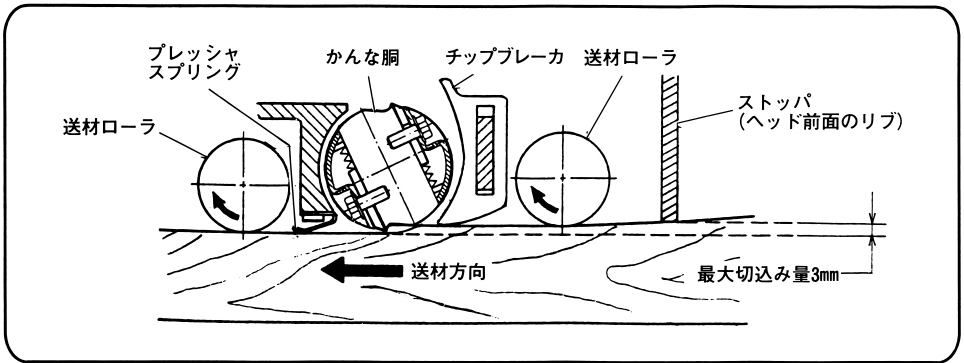

図 11
- 注** ●最大切込み量 3 mm 以上削ろうとしても木材はストップ（図 11）に当り入りません。この場合は切込み量を 3 mm 以下にし，2 回以上に分けて切削してください。